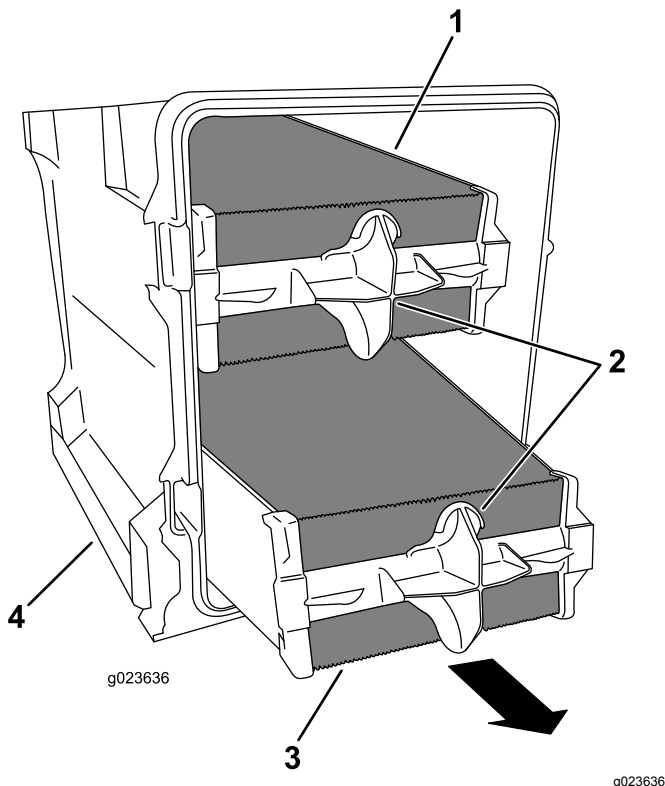

Bild 89
4. Nehmen Sie den Hauptfilter mit den Luftfiltergriffen von der Luftfilterabdeckung ab (Bild 89).